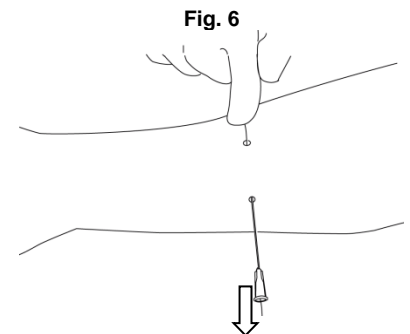

Fig. 6
4. Cuando el catéter y la membrana se encuentren en posición, se debe quitar la cánula de introducción (Fig. 6), después de lo cual el catéter queda fijo en la piel.